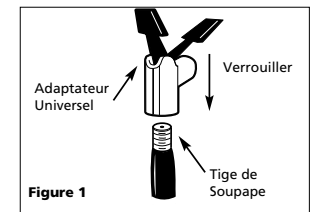

Figure 1
- Fixer l'adaptateur universel du Gonfleur à la tige de soupape avec le levier dans la position levée. S'assurer de pousser l'adaptateur universel complètement par dessus les filets de la tige de soupape. Une fois que l'adaptateur universel soit fermement en place, appuyer sur le levier d'arrêt afin de le verrouiller sur la tige de soupape (voir Figure 1).